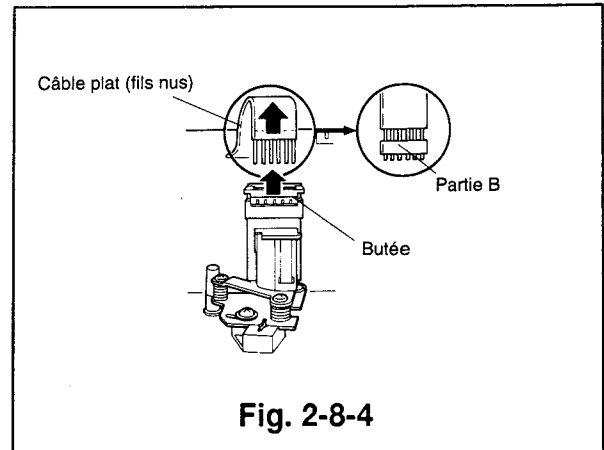

Fig. 2-8-4
- 3) Déplacer la butée de l'assemblage de la tête C/A de la Fig. 2-8-4 légèrement vers le haut et déconnecter le câble plat (fil nu) qui relie la CCI du préamplificateur à la CCI de la tête C/A.
- 5) Déplacer la partie B du fil nu qui s'étend du préamplificateur légèrement vers le bas, abaisser la butée, et connecter celle-ci au connecteur de la CCI de la tête C/A. (Se référer à la Fig. 2-8-4.)